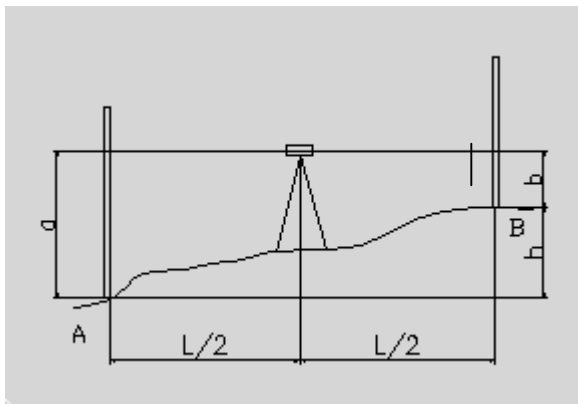

图 7.
(4) 旋转脚螺旋⑦可将仪器安平。当圆水泡⑤居中时，仪器即被安平了，此时视线自动安置成水平状态，如图 7。
- (1) 将仪器置于 A、B 两点之间距离约一半处，如无法将仪器放置在 A、B 两点之间，则应尽可能使仪器与 A、B 两点的距离（距离测量参见 5.4.2）相近似，如图 7。
- (2) 在 A、B 两点垂直地安置水准尺。先用水准仪读出 A 点的高度数值 a,再读出 B 点的数值 b。
- (3) A、B 两点的高差  $h=a-b$